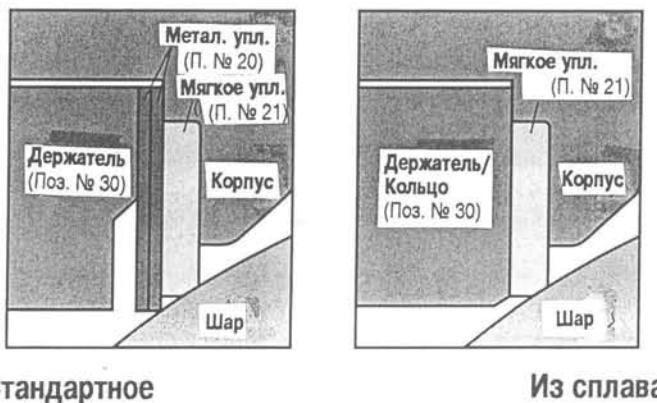

Рис. 4: Мягкие уплотнения
(*Конфигурации уплотнений и номера позиций см. на Рис. 4)
13. Замените кольца мягкого и/или металлического уплотнения, в зависимости от условий применения. (Смотрите Рис. 4).